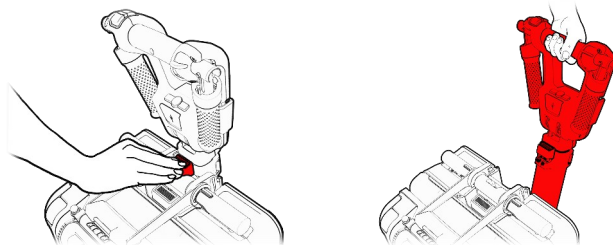

Figura 46
2. Presione el botón de la varilla (consulte la Figura 46, paso 1) e inclínelo hacia afuera del cuerpo principal del ATTO (consulte la Figura 46, paso 2).